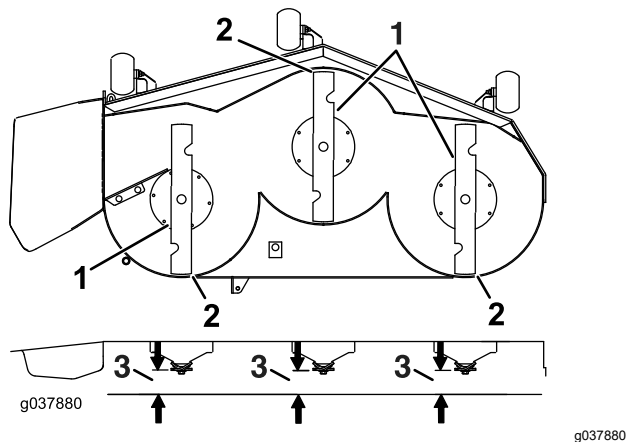

Figura 82
7. Verifique a nivelção da lâmina da frente para trás (Figura 82). Certifique-se de que a extremidade da lâmina dianteira é inferior à extremidade da lâmina traseira como se mostra na tabela da altura do calço e ancinho. Se necessitar de ajuste, continue com o procedimento.